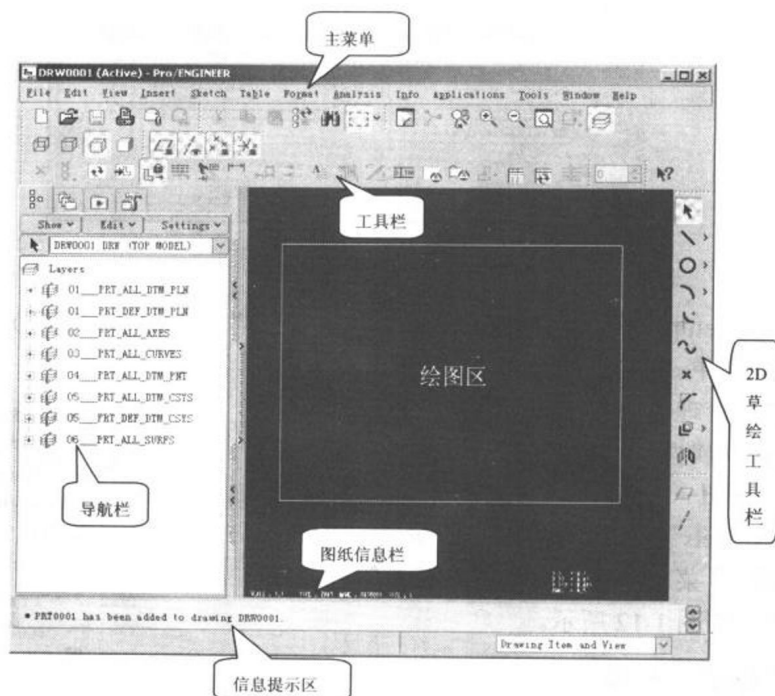

图 1-9
- ⇒ [选择“Empty (空)”选项，其他为默认选项，单击 OK 按钮，进入 Pro/ENGINEER Wildfire 工程图的工作界面，如图 1-9 所示。]